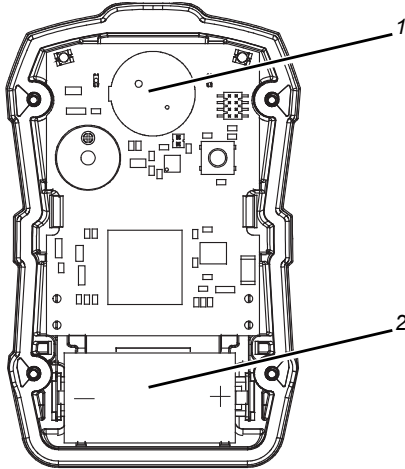

Fig. 14 Cambio del sensor y la pila
- (1) Compruebe que el equipo está desconectado.
- (2) Quite los cuatro tornillos de la carcasa y retire la tapa delantera para permitir el acceso al sensor (ubicado cerca de la parte superior del equipo, junto a las luces de alarma → Fig. 14).
- (3) Extraiga con cuidado y deseche de forma adecuada el sensor.